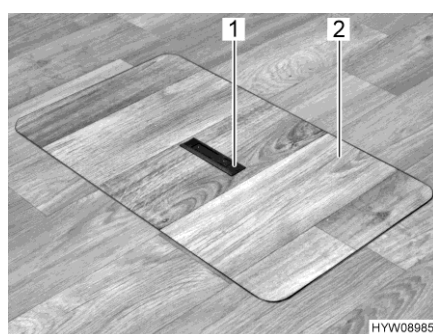
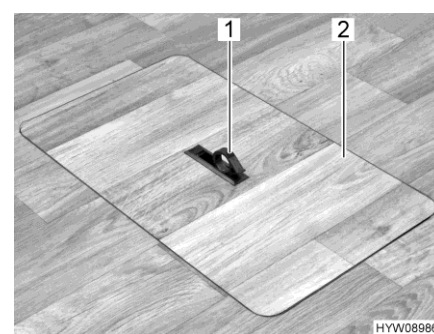

Fig. 81 Couvercle compartiment de rangement sous le plancher (poignée encastree)
Fig. 82 Couvercle compartiment de rangement sous le plancher (poignée pivotée vers l'extérieur)
- Pousser la plaque de la poignée (Fig. 81,1) vers le bas d'un côté. La poignée (Fig. 82,1) pivote vers le haut.
- Retirer le couvercle (Fig. 82,2) par le haut.
- Mettre le couvercle (Fig. 82,2) en place dans le cadre découpé dans le plancher.